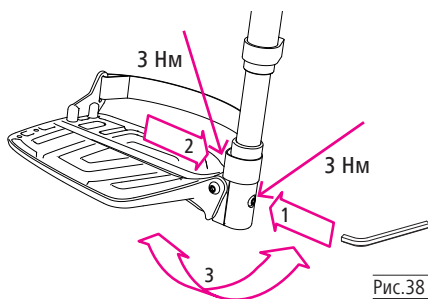

Рис.38
1. Послабте гвинти з внутрішньої (1, рис. 38) та зовнішньої (2, рис. 38) сторони підніжки на кілька обертів. Тепер ви можете відрегулювати кут нахилу пластини підніжки (3, рис. 38).
2. Потім знову затягніть гвинти (1, 2, рис. 38) (із зусиллям 3 Нм).